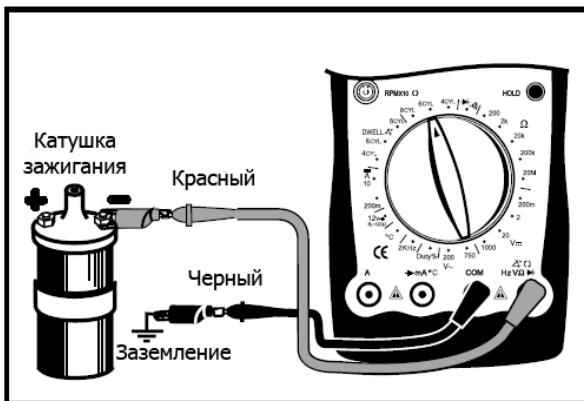

Рис. 19
5. Тестирование оборотов (RPMx10) (См. рис. 19)